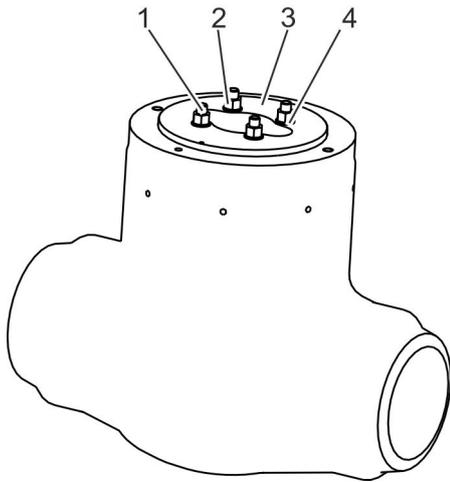

Abb. 6: Muttern nachziehen
5. ➤ Spannmuttern (Abb. 6/2) handfest nachziehen.